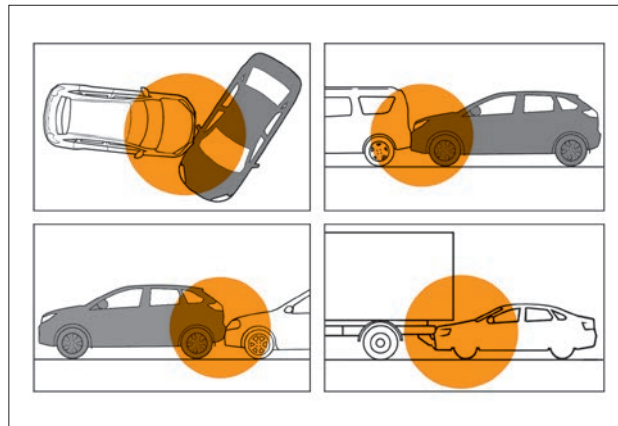

Рис. 2.5.11. Примеры ситуаций с возможным несрабатыванием подушек безопасности водителя и переднего пассажира
- при ударах в автомобиль вне зоны действия и срабатывания или сзади, т. е. в случаях, когда подушка не может способствовать повышению безопасности (рис. 2.5.11).